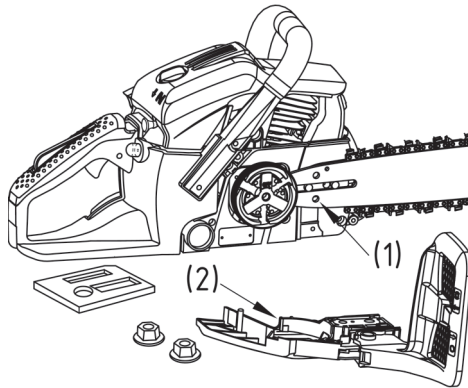

Рис. 3
- 3. Наденьте цепь на звездочку, затем наденьте цепь на направляющую шину. Отрегулируйте положение гайки натяжения цепи (рис. 3).